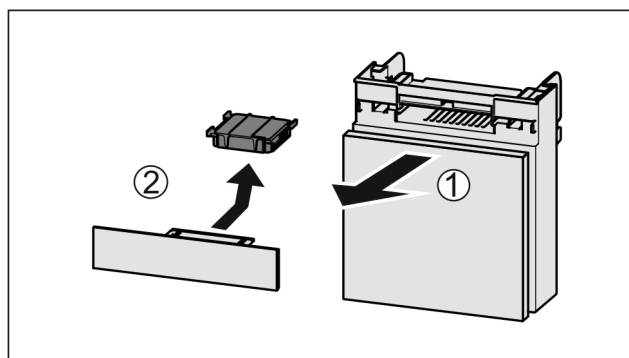

Fig. 39
- ▶ Zásuvku vytáhněte dopředu Fig. 39 (1).
- ▶ Filtr s aktivním uhlím vyjměte Fig. 39 (2).